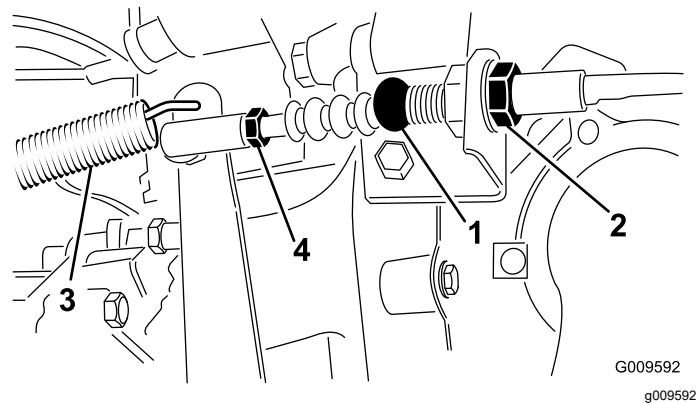

Bild 68
1. Lösen Sie die Klemmmuttern, mit denen das Kupplungskabel an der Halterung am Glockengehäuse befestigt ist (Bild 68).